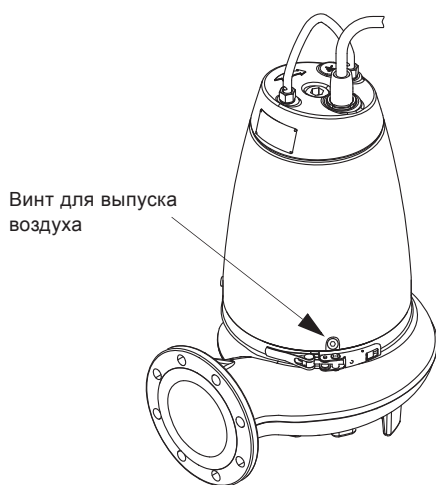

Рис. 18 Винт для выпуска воздуха
После включения произойдёт рывок насоса в сторону, противоположную направлению вращения, см. рис. 18.
2. Включить и тут же отключить насос, следя при этом за направлением действия крутящего момента (за направлением рывка) насоса. Если насос подключен правильно, рывок будет в сторону, противоположную направлению вращения. См. рис. 18.